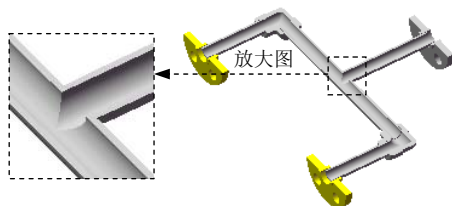

图 11.5.9 编辑结果
Step4. 查看编辑结果。将管道连接处放大，以方便查看编辑结果，如图 11.5.9 所示。